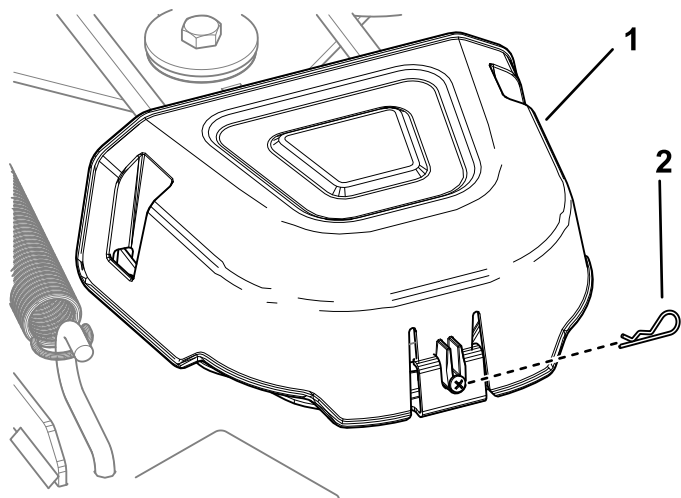

Figure 51
4. Retirez la goupille fendue et appuyez sur la languette des couvercles pour déposer les couvercles des poulies (Figure 51).